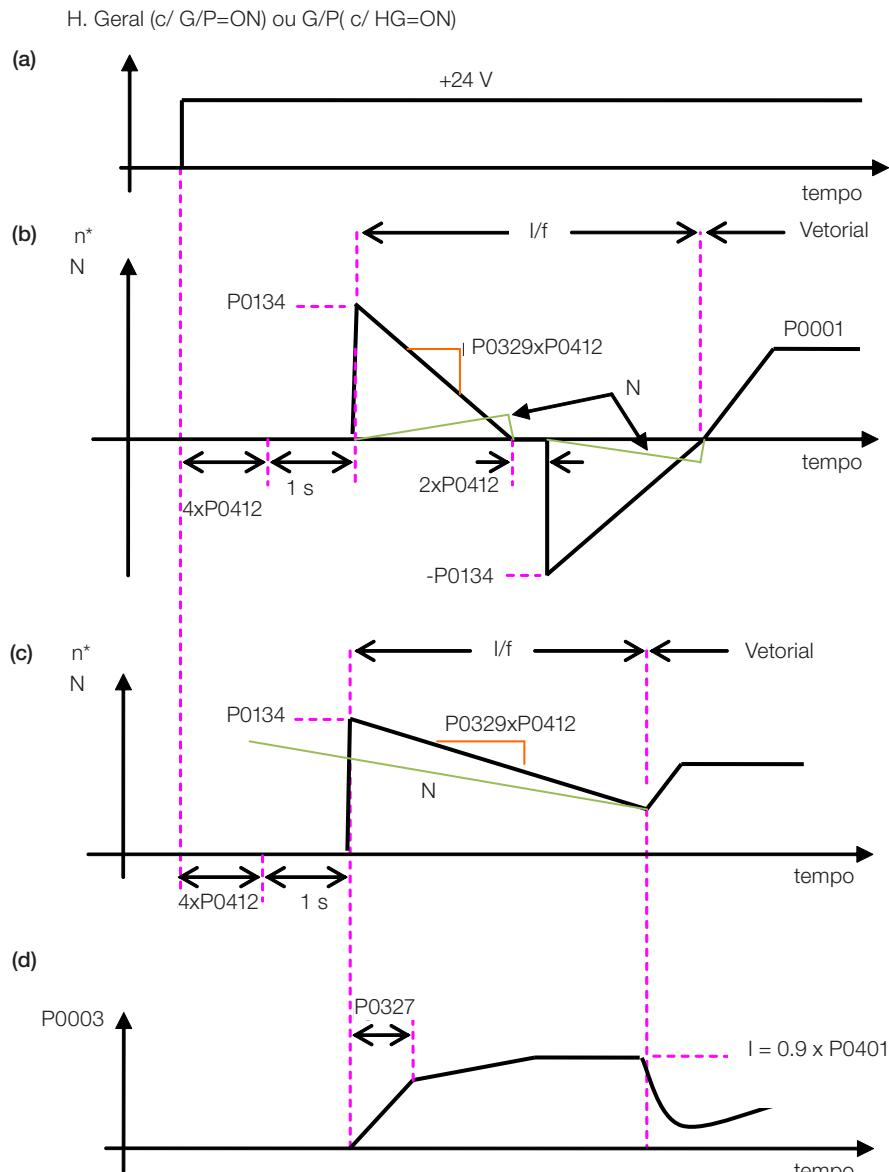

Figura 12.4 (a) a (d): Influência de P0327 e P0329 durante o Flying Start (P0202=4)
O comportamento da Função Flying Start (FS) no modo sensorless durante a aceleração e a re-aceleração pode ser compreendido a partir da figura 12.4.
Na figura 12.4 \(b\) é apresentado o comportamento da referência de velocidade quando a função FS é iniciada com eixo do motor parado e P0329 pequeno (não otimizado).
A figura 12.4 \(c\) apresenta a referência de velocidade quando a Função FS é iniciada com o eixo do motor girando no sentido desejado ou com o eixo parado e P0329 já otimizado.